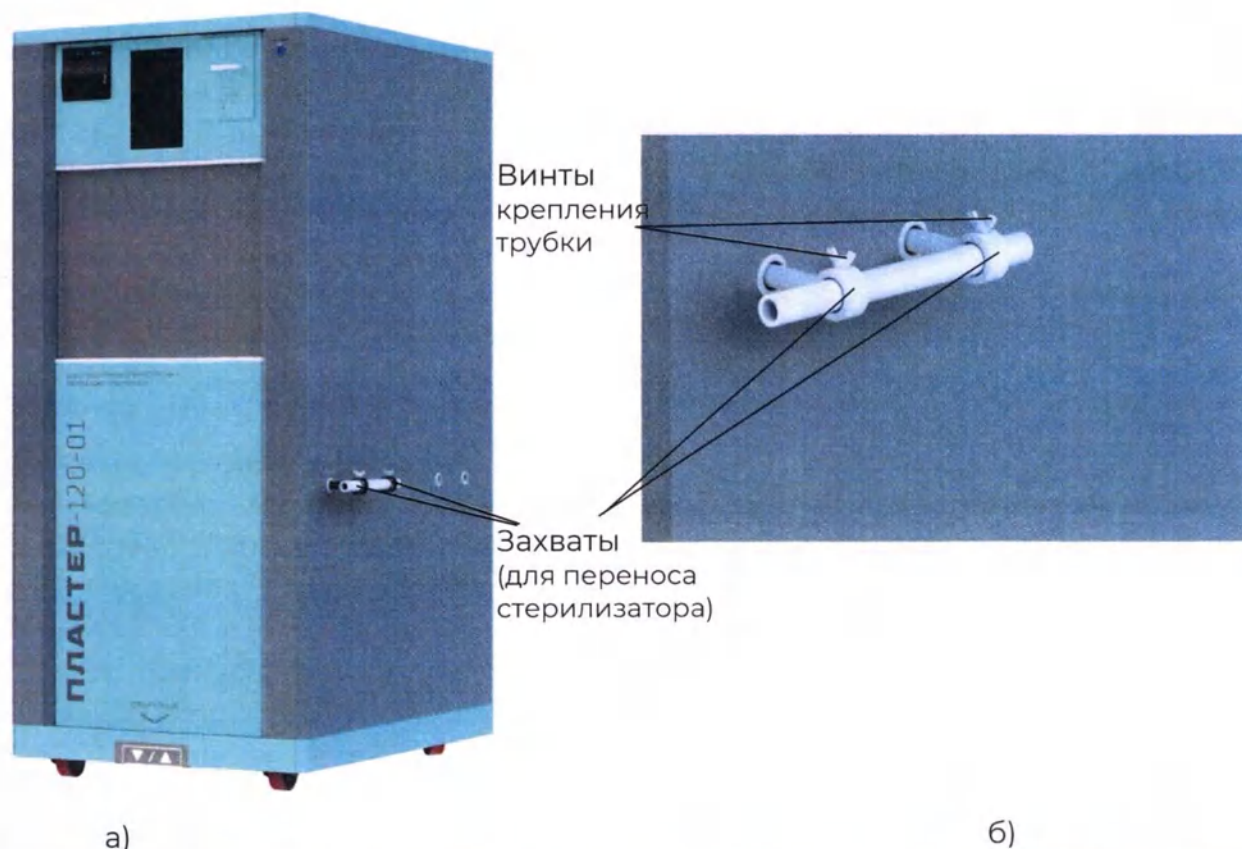

Рисунок 61 (а,б)
28.1 **В случае необходимости** перемещения стерилизатора из одного помещения в другое, его можно переместить не прибегая к погрузочно-разгрузочным механизмам, благодаря наличию колес и специальных устройств для ручной транспортировки (захваты) (см. рисунок 61 (а, б)).